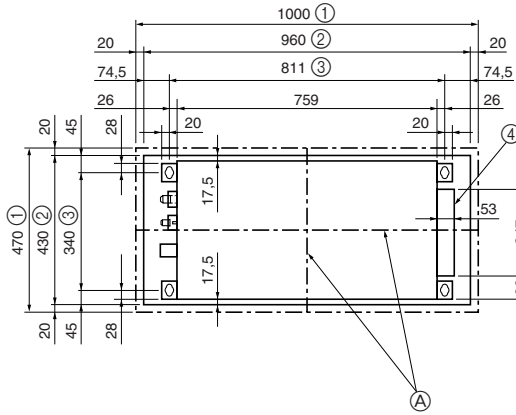

Fig. 2-3
2.3. Tavandaki açıklıklar ve askı cıvatalarının yerleri (Fig. 2-3)